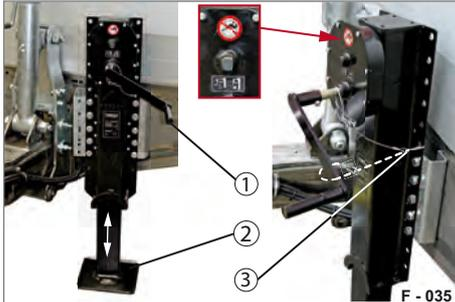

Abb. 49 Stützfuß, ausgefahren
- ▶ Sicherungsseil (Abb. 49/3) von der Handkurbel (Abb. 49/1) lösen.
- ▶ Stützfuß (Abb. 49/2) mit der Handkurbel - im Schnellgang - bis kurz vor Bodenkontakt herunterkurbeln.
- ▶ Stützfuß (Abb. 49/2) komplett bis zum Untergrund herunterkurbeln.